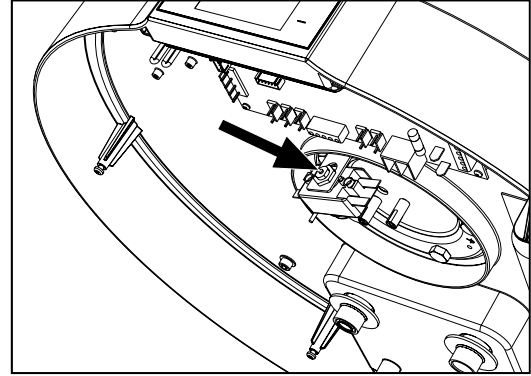

fig. 59 - Rearme del termostato de seguridad
- Rearmar manualmente el termostato de seguridad (fig. 59). En caso de disparo, el perno central del termostato sobresale unos 2 mm.